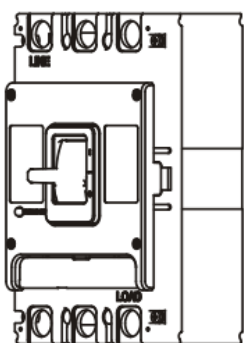

Рис. 1
- 1) По умолчанию автоматический выключатель находится в положении «СРАБ» (Срабатывание), см. рис. 1.